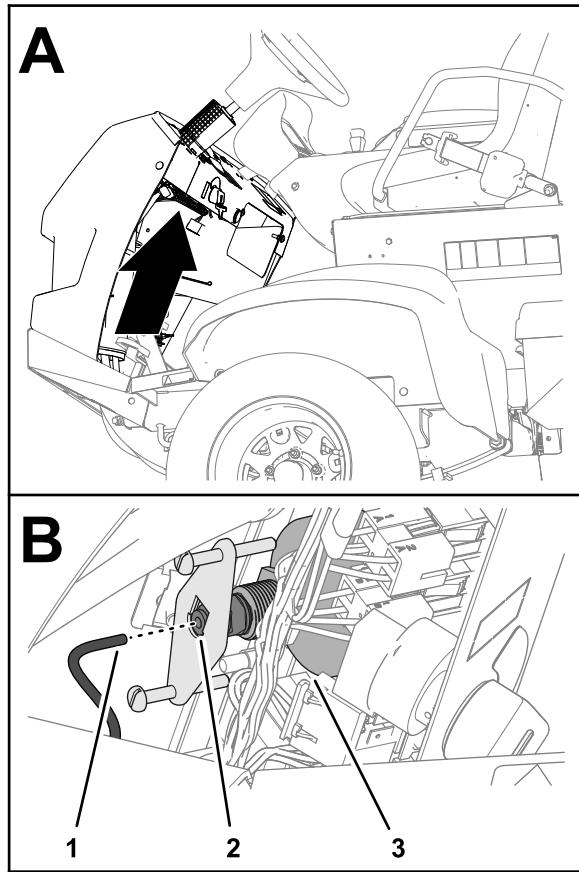

图 122
5. 从压力表背面取下管子并将管子的一端放入一个容器内 图 122。